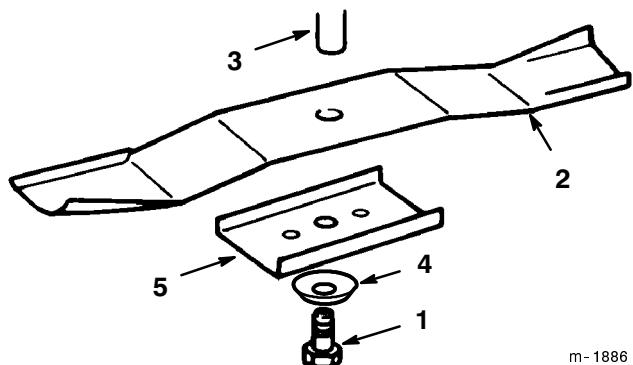

Abbildung 36
3. Schraube (16 mm (5/8") -Schlüssel), Spannscheibe und Schnittmesser entfernen (Abb. 36). Zwischen Schnittmesser und Mähwerk kann ein Holzklotz gekeilt werden, um das Schnittmesser beim Entfernen der Schraube zu blockieren.
1. Schnittmesser, Schnittmesserhalter, Spannscheibe (Schalenseite zum Messer) und Schnittmesserschraube anbringen (Abb. 36).